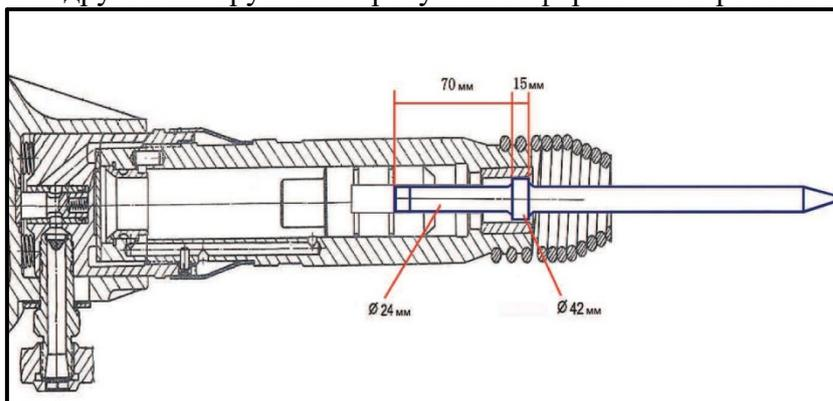

Рис.2
4.7. Для удержания пика от выпадения, на ствол молотка навинчивается концевая пружина 1. В зависимости от условий работы в молотке могут применяться пика, лопатка или другой инструмент с требуемым оформлением рабочего конца (рис. 2)